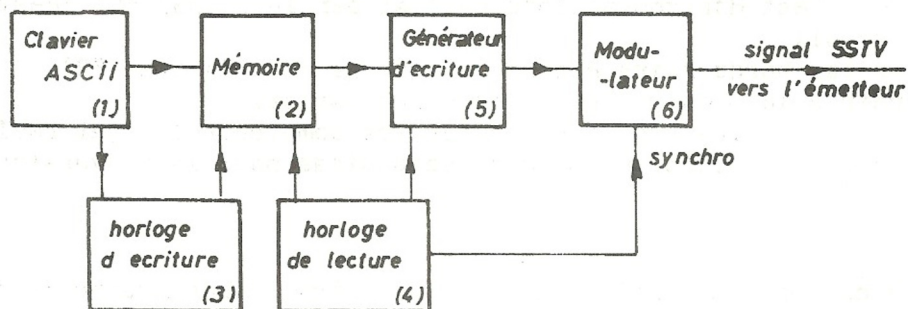

FIGURE 10
Le schéma bloc est donné à la figure 10. L'opérateur frappe son texte sur un clavier ASCII (1); les informations sont mémorisées dans la mémoire (2) grâce au signal fourni par l'horloge d'écriture (3). La mémoire est aussi lue à vitesse lente par l'horloge de lecture (4) qui adresse un générateur de caractère (5). Celui-ci fournit le signal de contrôle au modulateur (6) auquel on applique également le signal de synchro SSTV.